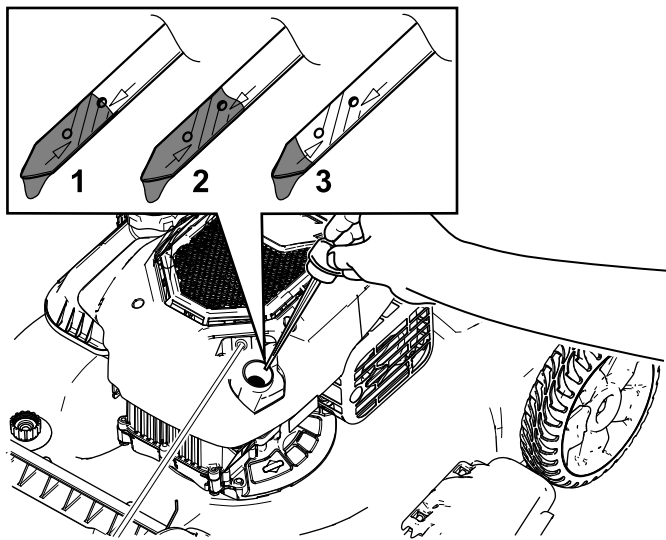

Bild 12
2. Entfernen Sie den Peilstab, indem Sie den Deckel nach links drehen und herausziehen (Bild 12).
5. Lesen Sie den Ölstand am Peilstab ab. (Bild 12)
- Wenn der Ölstand am Peilstab zu niedrig ist (Bild 12), füllen Sie langsam etwas waschaktives Öl (SAE 30 oder SAE 10W-30) in den Öleinfüllstutzen, warten Sie drei Minuten und wiederholen Sie dann die Schritte 3 bis 5, bis der Ölstand am Peilstab richtig ist. Informationen zur Ölsorte finden Sie unter Wechseln des Motoröls \(Seite 20\).
- Wenn der Ölstand am Peilstab zu hoch ist (Bild 12), lassen Sie Öl ab, bis der Ölstand am Peilstab richtig ist, siehe Wechseln des Motoröls \(Seite 20\).